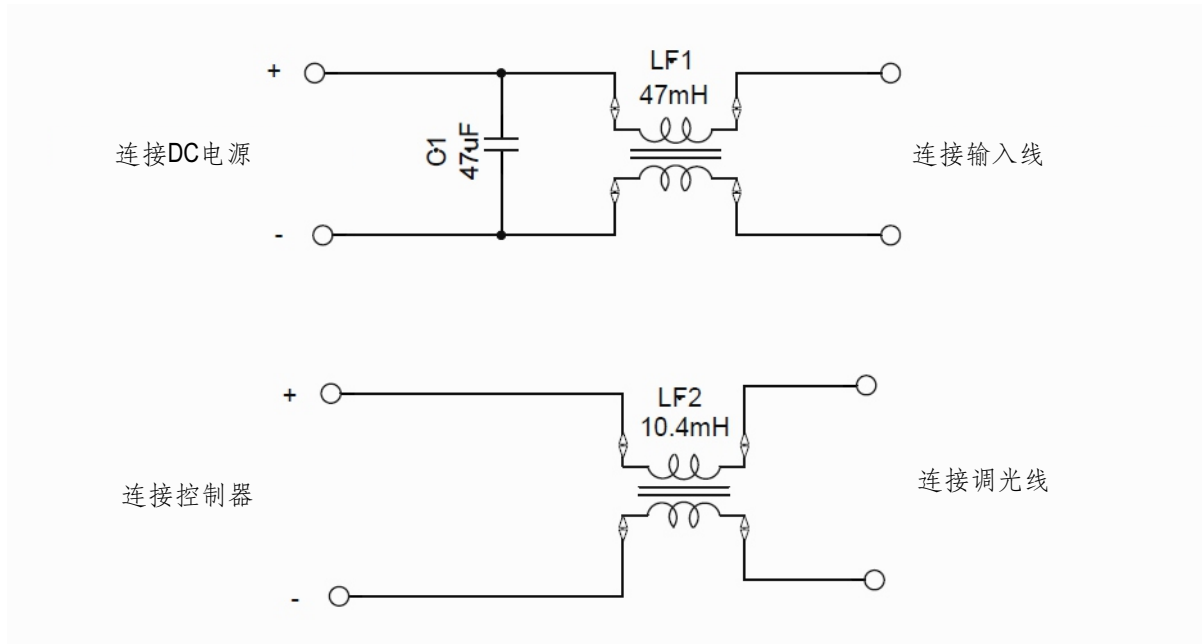

图 1
2. 如果 LDH-45由直流总线供电, 则应增加额外的电磁兼容滤波器部件, 以满足BS EN/EN55015的要求. 推荐的电路如图1所示.